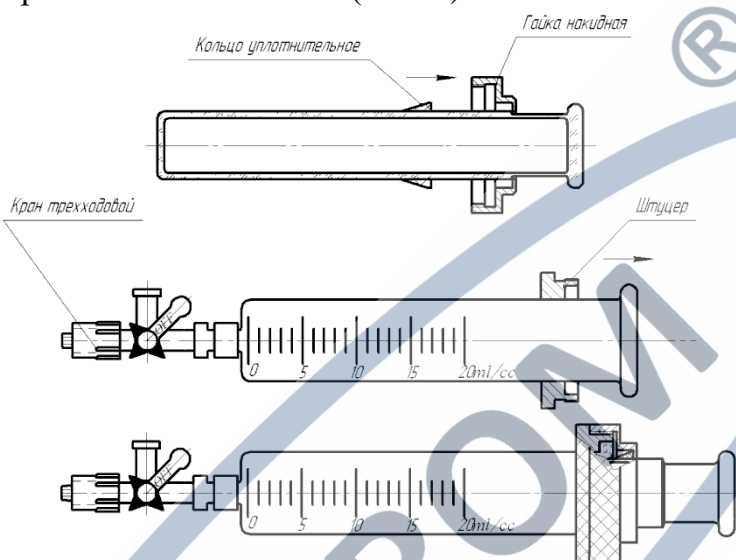

Рис. 3. Установка гермоузла на ELCHROM-GS
9.1. Отсоедините трехходовой кран (если он установлен) от проботоотборника ELCHROM-GS (Рис. 3).